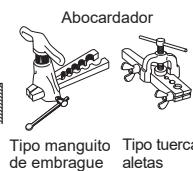

Fig. 4
- Labores de abocardamiento (Fig. 4, 5). Sujete firmemente el tubo de cobre de la dimensión que se muestra en la tabla. Seleccione A pulgadas (mm) en la tabla según la herramienta que emplee.